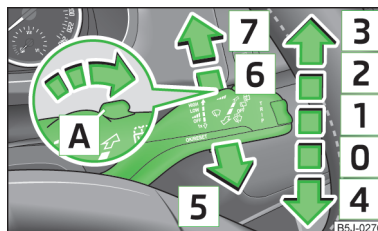

Abb. 33
- Möchte man die Frontscheibe nur kurz wischen, den Hebel in die gefederte Stellung [4] » Abb. 33 drücken.
- Den Hebel nach oben in Stellung [1] » Abb. 33 stellen.
- Den Hebel nach oben in Stellung [2] » Abb. 33 stellen.
- Den Hebel nach oben in Stellung [3] » Abb. 33 stellen.
- › Den Hebel zum Lenkrad in die gefederte Stellung **[5]** » Abb. 33 ziehen, die Waschanlage und die Scheibenwischer arbeiten.
- › Den Hebel vom Lenkrad weg in Stellung **[6]** » Abb. 33 drücken, der Scheibenwischer wischt alle 6 Sekunden.
- › Den Hebel vom Lenkrad weg in die gefederte Stellung **[7]** » Abb. 33 drücken, der Scheibenwischer und die Waschanlage arbeiten.
- › Den Hebel in die Grundstellung **[0]** » Abb. 33 zurückstellen.
Wenn das Ablend- oder Fernlicht eingeschaltet ist und der Scheibenwischerhebel in die Position **[5]** » Abb. 33 auf Seite 49 gezogen wird, werden die Scheinwerfer kurz bespritzt. Zum Reinigen der Scheinwerfer kommt es auch nach jedem fünften Besprühen der Frontscheibe.